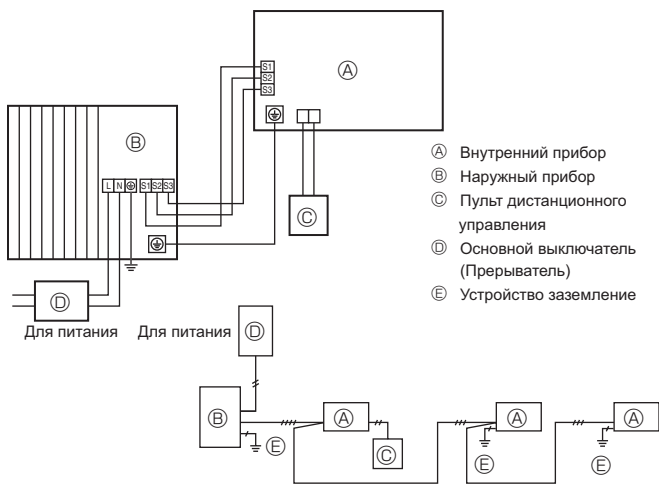

Fig. 6-1
6.1. Наружный прибор (Fig. 6-1, Fig. 6-2)
- ① Снимите защитную панель.
- ② Подсоедините кабели, как указано на Fig. 6-1 и Fig. 6-2.